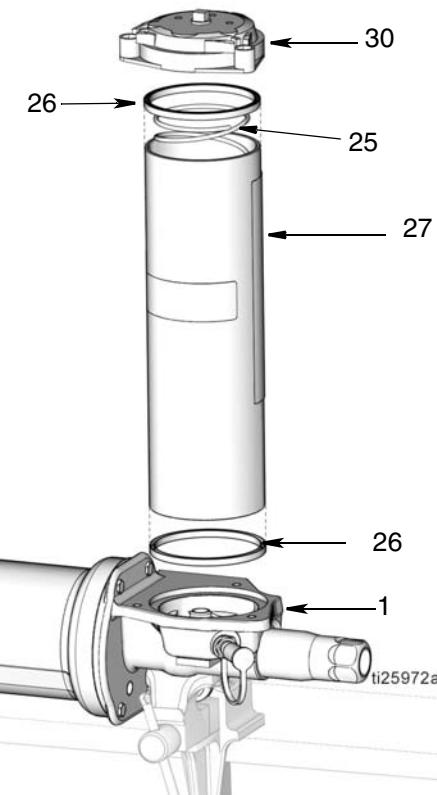

图 14
11. 从泵底座（1）拆下液箱（27）（图 14）。如果更换液